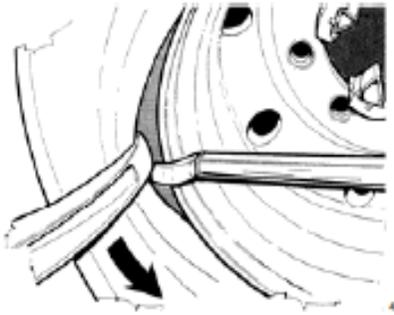

Рис.29
3. Поднимите зажимной рычаг таким образом чтобы монтажный палец оказался на расстоянии 2-3 см (1"-1"1/2) от края диска. Передвиньте монтажный палец наружу. Это позволит вам установить длинную монтажку между бортом шины и краем диска для обеспечения необходимого усилия (Рис.29).